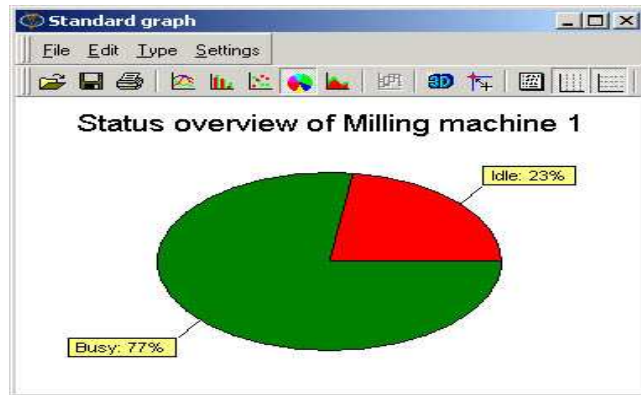

Figure 5-11 : Status Pie
- Status Pie. Cette option permet d'afficher le statut de l'atome dans un diagramme sectoriel. Voir également la figure 5-11 présentant un Status Pie pour le premier banc de fraisage du cas d'étude Charpenterie.